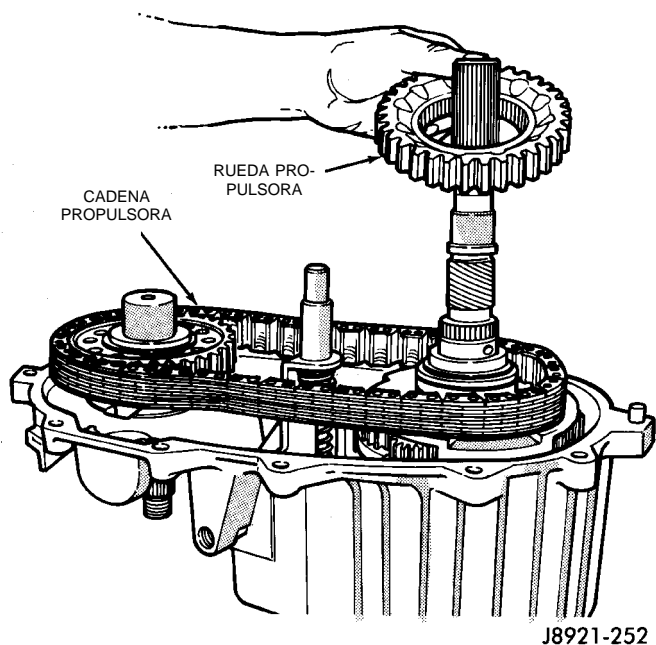

Fig. 24 Desmontaje de la rueda propulsora y la cadena
(2) Retire la rueda propulsora y la cadena (Fig. 24).